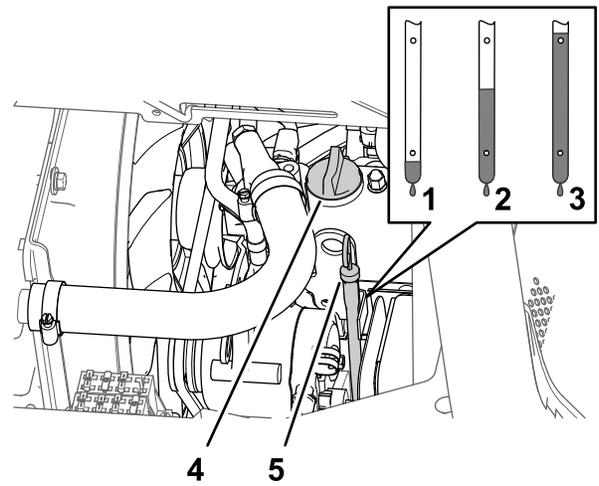

Figura 76
5. Retire el tapón de llenado de aceite del cuello de llenado de la tapa de válvulas del motor, y vierta lentamente aproximadamente el 80% de la cantidad especificada de aceite por el cuello de llenado (Figura 76).
6. Retire la varilla y compruebe el nivel de aceite del motor (Figura 76).
7. Añada lentamente más aceite del tipo especificado para que el nivel llegue a la marca Lleno de la varilla (Figura 76).
8. Instale el tapón de llenado de aceite en el cuello de llenado y la varilla en el tubo de la varilla (Figura 76).